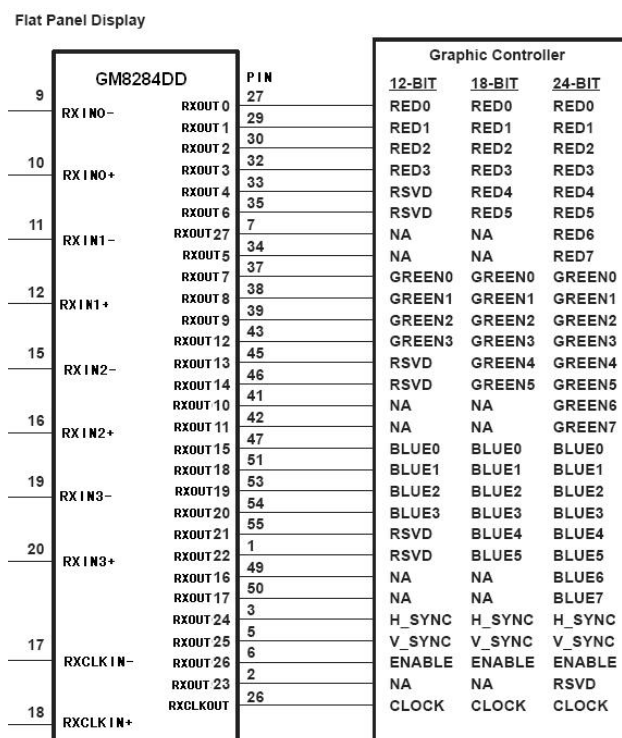

图 6 12bit、18bit、24bit RGB 对应图
3) 输出的 28 bits 并行数据 RXOUTn 与 RGB444, RGB666, RGB888 图像接收之间的关系，如下图 6 所示。同时，应参考前级图像发送芯片的数据对应关系。